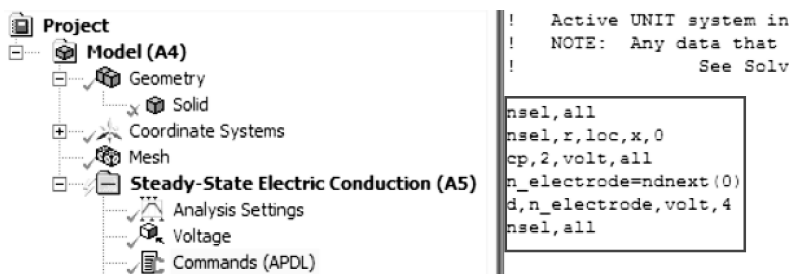

图 10-6 设置命令
- (3) 在导航树上, 右键单击【Steady-State Electric Conduction (A5)】→【Insert】→【Comments】; 单击【Comments (APDL)】, 在右侧的命令窗口中输入命令如下, 如图 10-6 所示。